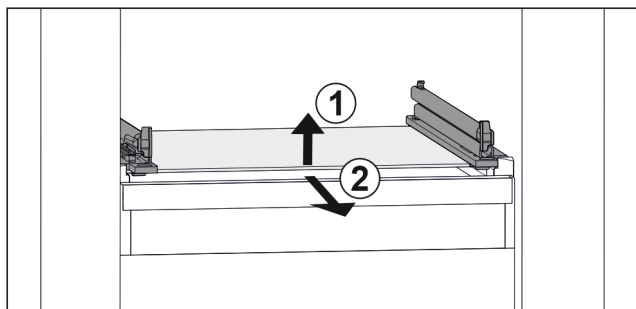

Fig. 78 Representación de la placa de vidrio a modo de ejemplo
- ▶ Levante la placa de vidrio por delante. Fig. 78 (1)
- ▶ Retire la placa de vidrio hacia adelante. Fig. 78 (2)